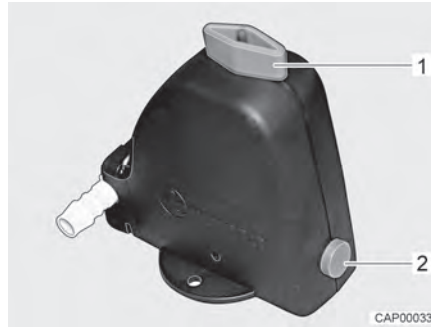
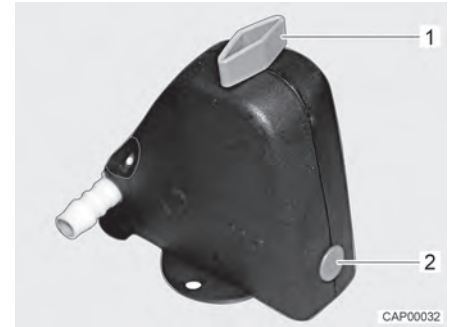

Bild 137 Sicherheits-/Ablassventil geöffnet
Bild 138 Sicherheits-/Ablassventil geschlossen
- Sicherheits-/Ablassventil schließen. Dazu Drehknopf (Bild 137,1) quer zum Sicherheits-/Ablassventil drehen und Druckknopf (Bild 137,2) hindrücken. Das geschlossene Sicherheits-/Ablassventil ist in Bild 138 dargestellt. Bei Temperaturen unter 6 °C lässt sich das Sicherheits-/Ablassventil nicht schließen.